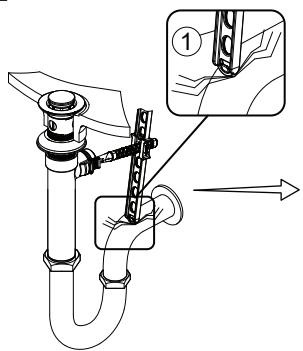
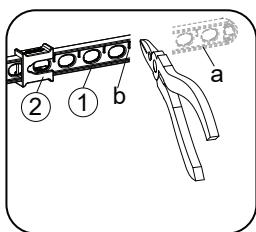

Fig. 1
Fig. 2
If the pop up lift rod strap (1) is interfering with your installation, as shown in Fig. 1, the lift rod strap (1) can be cut shorter.
Once you have identified the proper hole in the lift rod strap (1) that is necessary for your installation, you may cut off the bottom portion (a) of the lift rod strap (1) by snapping it off with pliers or cutting it off with a saw at the cutting point (b), as shown in Fig. 2. Ensure the clip (2) does not slide off the lift rod strap (1).
Si la presilla de la varilla de elevación (1) interfiere con tu instalación, como se muestra en la Fig. 1, la presilla de la varilla de elevación (1) puede recortarse.
Una vez que hayas identificado el orificio adecuado en la presilla de la varilla de elevación (1) que es necesario para tu instalación, puedes recortar la porción inferior (a) de la presilla de la varilla de elevación (1) partiendo con alicates o cortando con una sierra en el punto de corte (b), como se muestra en la Fig. 2. Asegúrate de que la presilla (2) no se salga de la correa de la varilla de elevación (1).
Si la courroie de la tige de levage de l'évacuation mécanique (1) gêne votre installation, comme illustré sur la Fig. 1, la courroie de la tige de levage (1) peut être raccourcie. Une fois que vous avez identifié le bon trou de la courroie de la tige de levage (1) nécessaire pour votre installation, vous pouvez couper la portion inférieure (a) de la courroie de la tige de levage (1) en la cassant avec des pinces ou en la coupant avec une scie au point de coupe (b), comme illustré sur la Fig. 2. Veillez à ce que la pince (2) ne glisse pas de la courroie de la tige de levage (1).